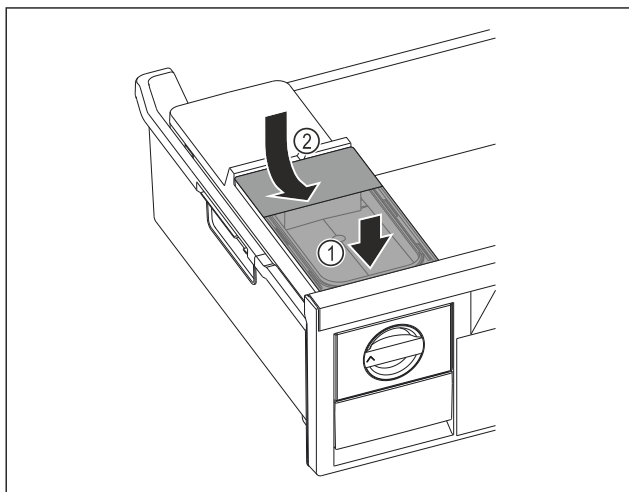

Fig. 70
- ▶ Sæt vandtanken i forfra. Fig. 70 (1)
- ▶ Sænk vandtank ned bagest. Fig. 70 (2)